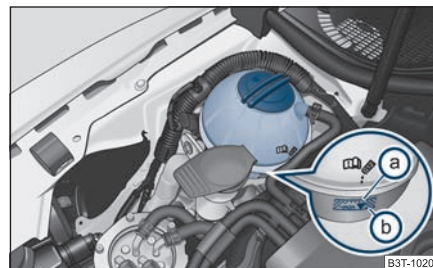

Fig. 204 Vano motor: Depósito de expansión de líquido refrigerante
- Compruebe el nivel de líquido refrigerante en el depósito de expansión del mismo ⇒ fig. 204. Con el motor frío, el nivel de líquido refrigerante debe encontrarse entre las marcas **(b)** (MÍN.) y **(a)** (MÁX.). Con el motor caliente, el nivel puede sobrepasar también ligeramente la marca **(a)** (MÁX.). ▶
- Coloque un trapo sobre el tapa del depósito de expansión de líquido refrigerante ⇒ página 231, fig. 204 y desenrosque el tapón con **cuidado** girándolo hacia la izquierda ⇒ .